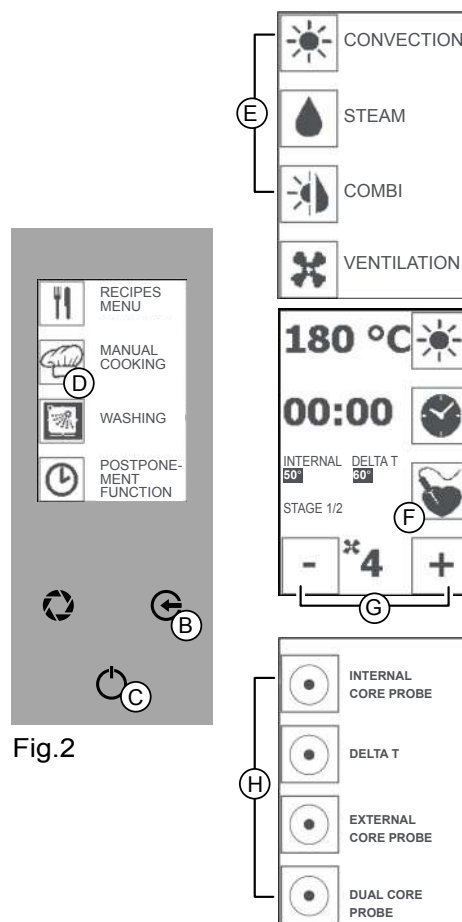

Fig.2
2. Feche a porta do forno, prima o ícone “GO!” e prima o ícone “COZEDURA MANUAL” (Fig 2/D).
Selecione uma modalidade de cozedura (Fig.2/E).
3. Prima o ícone “SENSOR DE NÚCLEO” (Fig 2/F) e o ícone “SENSOR DE NÚCLEO INT ou EXT” (Fig 2/H). Prima o ícone “SENSOR DE NÚCLEO” (Fig 2/F) e, com os ícones “MENOS” e “MAIS” (Fig 2/G), defina a temperatura do sensor de núcleo. Prima o ícone “SENSOR DE NÚCLEO” (Fig 2/F) para confirmar.
Pressionar a tecla “ENTER” (Fig 2/C) para ativar o cozimento.
Prima a tecla “ENTER” (Fig 2/C) e prima várias vezes a tecla “ESC” (Fig 2/B) para voltar para a página inicial.
3. Prima o ícone “SENSOR DE NÚCLEO” (Fig 2/F) e o ícone “DELTA T” (Fig 2/H). Prima o ícone “SENSOR DE NÚCLEO” (Fig 2/F) e, com os ícones “MENOS” e “MAIS” (Fig 2/G), defina a temperatura do núcleo. Prima o ícone “SENSOR DE NÚCLEO” (Fig 2/H) e, com os ícones “MENOS” e “MAIS” (Fig 2/G), defina a diferença constante de temperatura entre a câmara de cozedura e o sensor de núcleo (compreendida **entre 20 °C e 120 °C**).
Prima o ícone “SENSOR DE NÚCLEO” (Fig 2/H) para confirmar.
Prima a tecla “ENTER” (Fig 2/A) para iniciar a cozedura.
Prima a tecla “ENTER” (Fig 2/C) para parar a função e prima várias vezes a tecla “ESC” (Fig 2/B) para voltar para a página inicial.